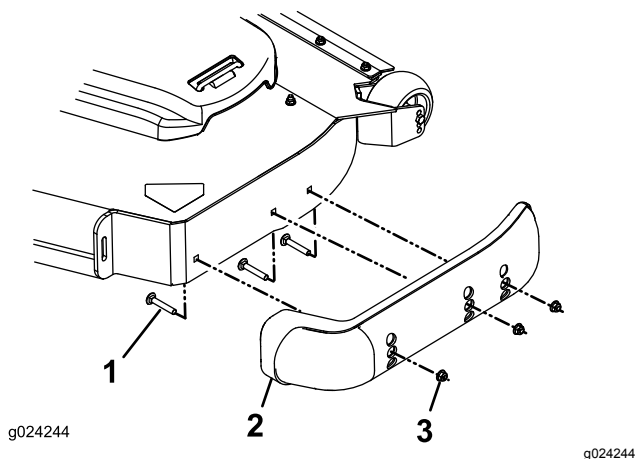

Figure 29
3. Retirez les boulons de carrosserie et les écrous de chaque patin (Figure 29).